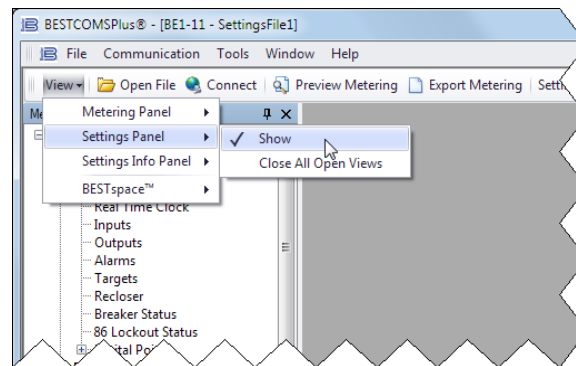

Figura 8. Botón desplegable Ver
Haga clic en el botón desplegable Ver para alternar entre Explorador de ajustes y Explorador de medición o dividir la vista entre ambos. El Panel de información de ajustes muestra los intervalos de ajustes. Se puede abrir, guardar y establecer como predeterminado un espacio de trabajo. Consulte la Figura 8.
Paso 4: Haga clic en el botón desplegable Ver y desmarque Mostrar panel de medición y Mostrar información de ajustes. Consulte la Figura 8. Esto maximiza el espacio de trabajo de los ajustes.